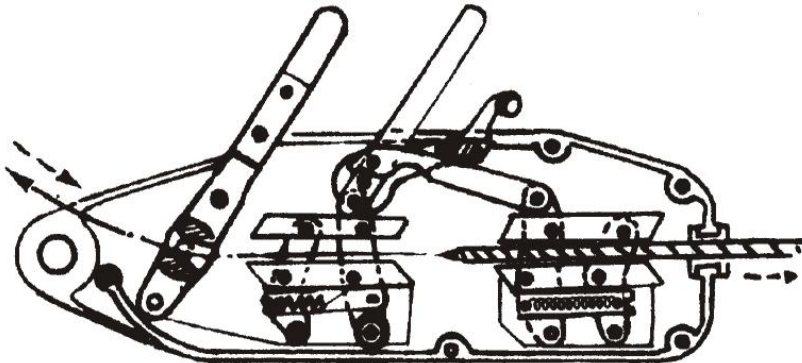

Fig1. Repupptagning och repmottagning:
1. Reeve: (Fig.1) Med rephuvudet nedåt och tryck på lyftaren, tryck på det avslappnade handtaget. När du hör ljudet klicka har tångens mun öppnats. Sedan kan du riva upp vajern från det bakre hålet till hissen. Efter att repet är ute kan repet dras till den längd du behöver och sedan trycka tillbaka det avslappnade handtaget för att klämma fast repet ordentligt. När det främre handtaget eller det bakåtgående handtaget dras, kommer vajern automatiskt att gå in i eller ut ur lyftaren. Maskinen är således i normalt tillstånd och är lätt att använda.
(4.) Dra ut repet (Fig.1): När arbetet är klart, öppnas tångens mynning så snart det avslappnande handtaget trycks in och sedan kan vajern dras ut ur änden av lyftaren. Rengör smutsen på repet, linda in den i stålkorset i god ordning för att vara redo att användas nästa gång.